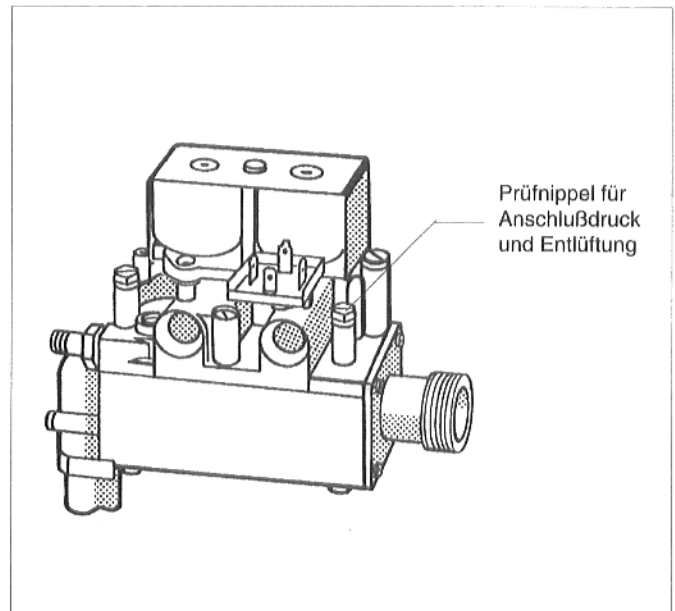

Abb. 25: Gasbrennerarmatur "SIT" 830 Tandem
- Lösen Sie die Verschlußschraube des Prüfnippels für Anschlußdruck an der Gasbrennerarmatur (Abb. 25 bis 27) zwei Umdrehungen; bei "SIT" 830 Tandem Verschlußschraube entfernen.
**Erdgas E (H):**